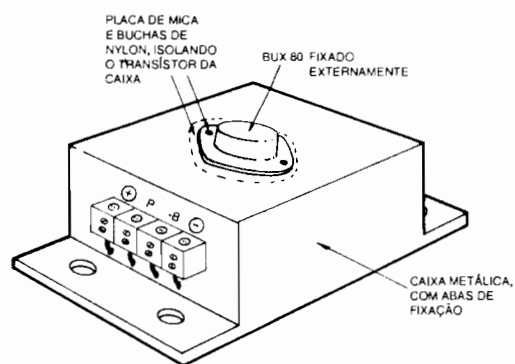

Fig.6
- FIG. 6 - A CAIXA - ACABAMENTO DA "IGNES" - A caixa metálica, requerida no item OPCIONAIS/DIVERSOS da LISTA DE PEÇAS, além de conter e abrigar o circuito (a placa deve ser internamente fixada por dois parafusos e porcas, passando pelas furações marcadas com "cruzetas" no **lay out** do Impresso, revejam...), também funcionará como dissipadora do calor inevitavelmente desenvolvido no transistor de Potência (**BUX80**). Assim, este transistor deve ser externamente fixado ao painel superior do **container**, efetuando-se, previamente, furos para a passagem das suas co-